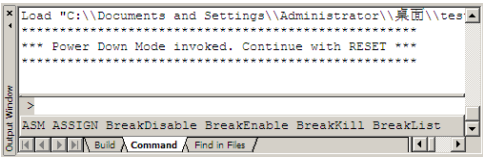

图 21-38 仿真输出结果
(6) 选择“Debug”→“Run”命令，程序便开始仿真执行。此时由于 P1 端口为 0x02，因此，程序中执行 PCON=0x02 语句，单片机进入休眠运行模式。在“Output Window”窗口可以看到“Power Down Mode invoked. Continue with RESET”的输出信息，表示单片机已经进入相应的低功耗模式，如图 21-38 所示。